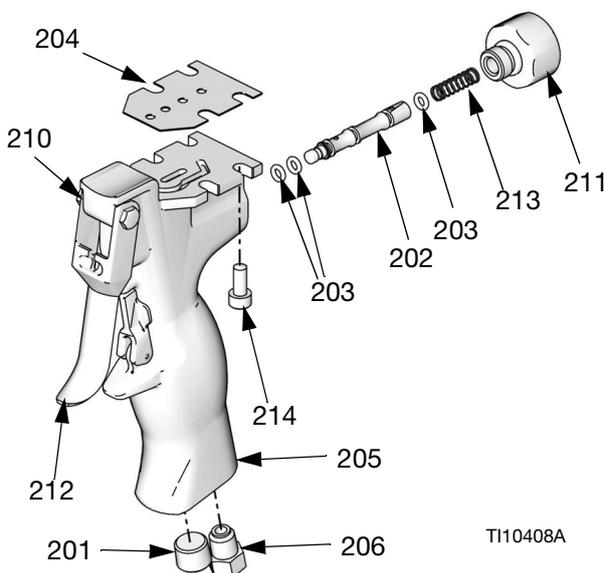

FIG. 9
1. Lubrificare liberamente gli O-ring (203) e rimontarli. Installare bobina (202) e molla (213). Serrare il tappo (211) a una coppia di (14-15 N•m) (125-135 in-lb). Vedere FIG. 9.
2. Allineare la guarnizione (204) e la valvola di erogazione sulla parte superiore dell'impugnatura (205). Serrare uniformemente le quattro viti (214) a una coppia di 1,7-2,2 N•m (15-20 in-lb).